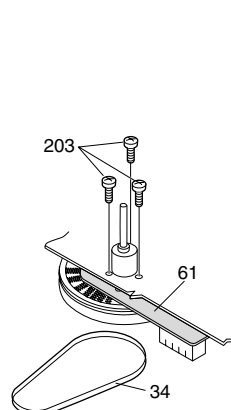

Fig. 9
- Antriebsriemen (Pos. 34) entfernen (Fig. 9).
- 3 Schrauben (Pos. 203) herausdrehen (Fig. 9).
- Capstanmotor (Pos. 61, Fig. 9) aus dem Laufwerk nehmen. Die Capstanwelle darf dabei nicht das Laufwerk berühren.